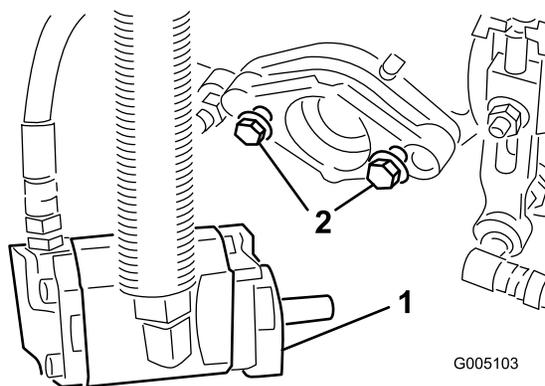

Рисунок 10
6. Убедитесь, что резьба каждого болта крепления приводного двигателя барабана выступает примерно на 13 мм (**Рисунок 10**).
9. Затяните крепежные болты (**Рисунок 10**).